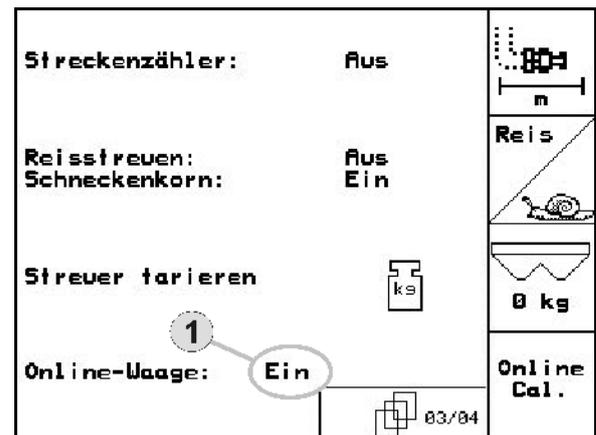

Fig. 38
- Menú Datos de la máquina: acceder a la conexión de la báscula en línea (Fig. 38/1).